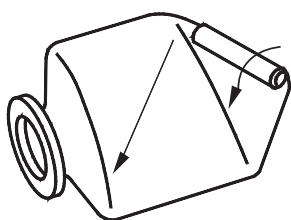

Figura 27 – Enrolle Diagonalmente Hacia el Cuello
- b. Para enrollarlo en la forma más apretada, comience en un lado en la parte superior y enrolle APRETADAMENTE el depósito flexible en forma diagonal hasta el otro lado (véase la Figura 27). Para forzar y expulsar la mayor cantidad de aire posible, enrolle hacia la abertura del cuello del depósito flexible.